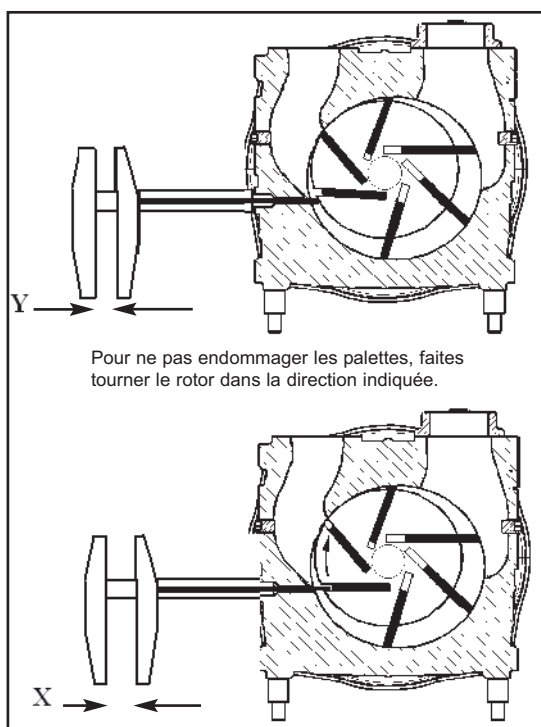

Figure 10 - Inspection rapide des palettes
2. A l'aide d'un pied à coulisse, mesurez l'usure des palettes comme illustré à la figure 10.